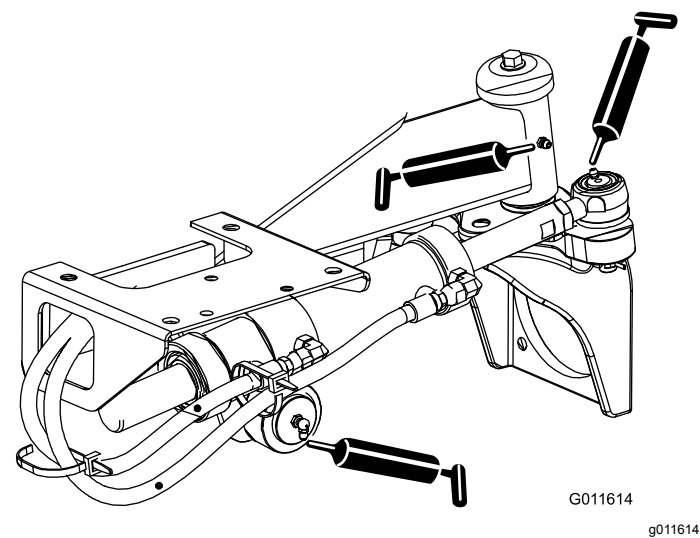

Figura 53
- Giunti sferici (2) del cilindro di sterzo e ponte posteriore (Figura 53)